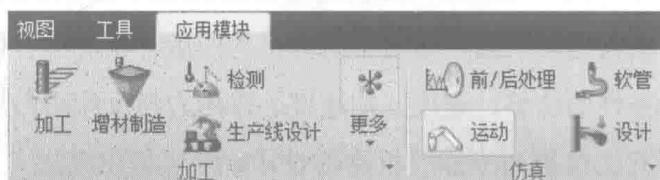

图 1.2.2 “应用模块”功能选项卡的仿真区域
Step2. 进入运动仿真模块。在 **应用模块** 功能选项卡的 **仿真** 区域单击 **运动** 按钮，如图 1.2.2 所示，进入运动仿真模块。